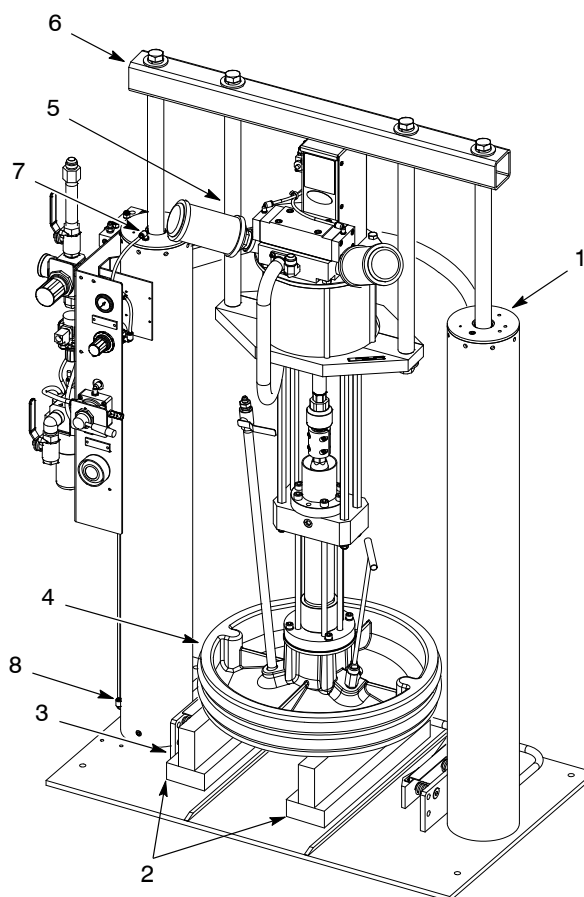

Figura 1 Blocarea plăcii conduse
1. A se vedea Figura 1. Folosiți blocurile (2) pentru blocarea plăcii conduse (4) la înălțime suficientă pentru a nu intra în contact cu saboții de reținere a tamburului (3). Asigurați-vă că ansamblul placă condusă/motor pneumatic prezintă siguranță la răsturnare.
2. demontați orice dispozitiv sau suport care este montat în partea superioară a chiulaselor (1), tijelor de montare (5) și traversei (6).